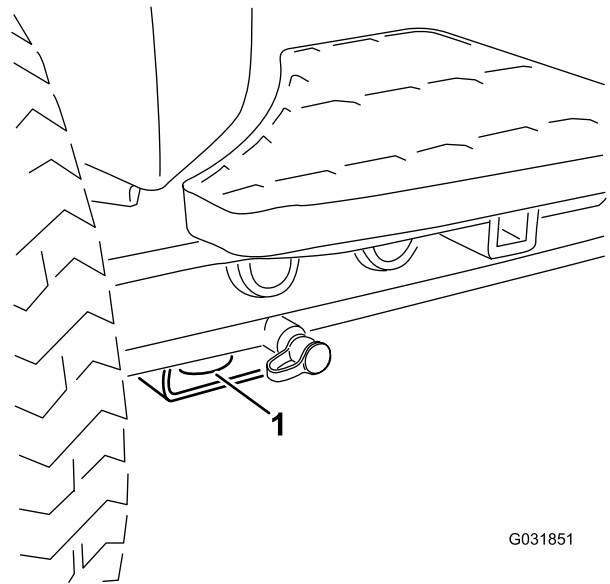

Bild 41
- **Vorderseite der Maschine:** Loch im rechteckigen Polster unter dem Achsenrohr in jedem Vorderreifen (Bild 41).